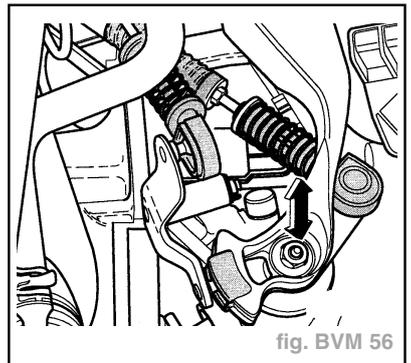

fig. BVM 56
- l'arbre de changement de vitesse doit décrire une course de 1 mm lors du mouvement du levier de changement de vitesse (sens de la flèche) (fig. BVM 56),